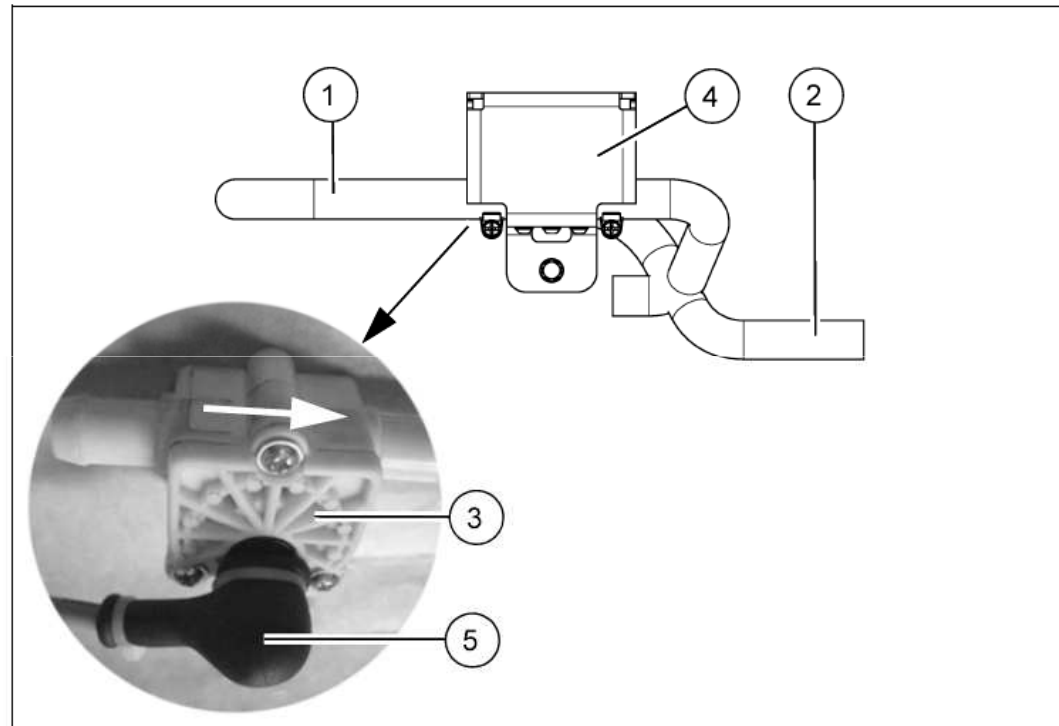

Fig. 4
2. Fixer avec des colliers le tuyau (longueur 585 mm) (Fig. 4/1) entre le débitmètre (Fig. 4/3) et le filtre à eau
3. Fixer avec des colliers le tuyau (longueur 180 mm) (Fig. 4/2) entre le débitmètre (Fig. 4/3) et la pompe
4. Installer le débitmètre (Fig. 4/3) sur le support (Fig. 4/4).
5. Fixer le connecteur (Fig. 4/5) et la protection contre les éclaboussures
6. Assembler le support (Fig. 4/4) sur le support de l'ensemble de circulation d'eau.
During assembly of the flow meter (Fig. 4/3), pay attention to the direction of flow!